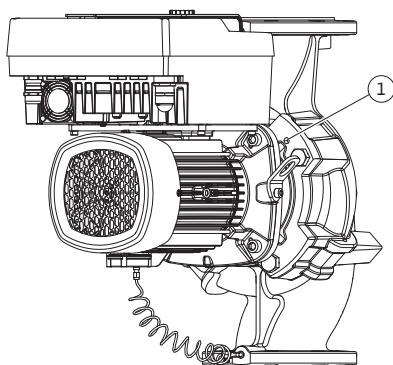

Fig. 12: Insteekset er via draadboringen af-drukken
Maak voor het pomptype (Fig. III en Fig. IV) de schroeven (pos. 29) los. Gebruik de twee draadboringen (Fig. 12, pos. 1) die ernaast liggen en gebruik geschikte schroeven (niet inbegrepen, bijv. M10 x 25 mm).